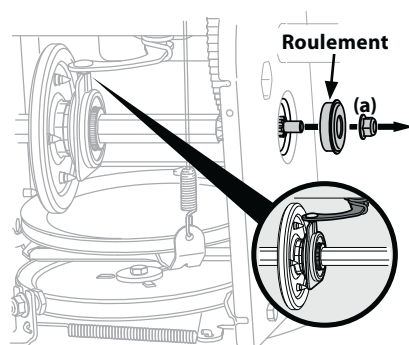

Figure 4-16
5. Retirez l'écrou (a) qui fixe l'arbre au châssis de la souffeuse, puis tapez doucement sur l'extrémité de l'arbre pour faire sortir le roulement à billes du côté droit du châssis. Voir Figure 4-16.
**NOTE** Vérifiez que la goupille du levier de vitesse est placée dans le boîtier du roulement. Voir l'encadré de la Figure 4-16.
**NOTE** Vérifiez que la goupille de la commande d'entraînement est bien en place dans le boîtier du roulement. Voir l'encadré de la Figure 4-16.